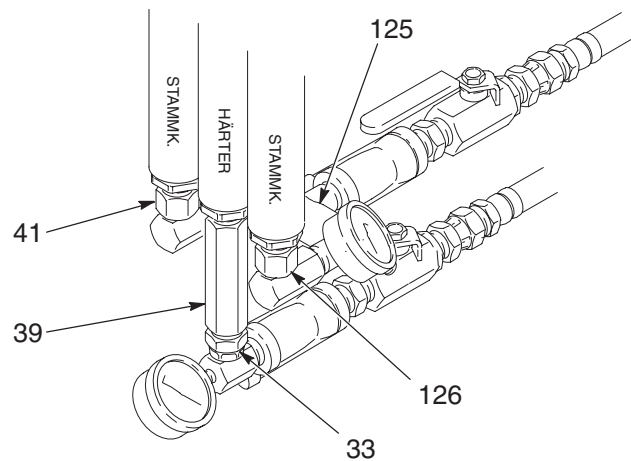

Abb. 21
Die Schottverschraubung (33) von der Unterseite der mittleren Unterpumpe abschrauben. Die Schottverschraubungen (126) von den äußeren Unterpumpen abschrauben. Den Zufuhrverteiler (125) von den äußeren Pumpen abnehmen. Die gerade Verschraubung (39) von der mittleren Unterpumpe abschrauben. Siehe Abb. 21.
1. Die Schottverschraubung (33) von der Unterseite der mittleren Unterpumpe abschrauben. Die Schottverschraubungen (126) von den äußeren Unterpumpen abschrauben. Den Zufuhrverteiler (125) von den äußeren Pumpen abnehmen. Die gerade Verschraubung (39) von der mittleren Unterpumpe abschrauben. Siehe Abb. 21.